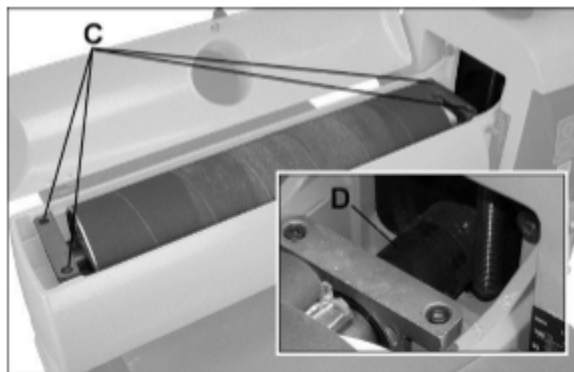

Рис. 19
Открутите четыре винта с внутр. шестигранником (С, Рис. 19). Осторожно выньте барабан с подсоединенной к нему муфтой (D).